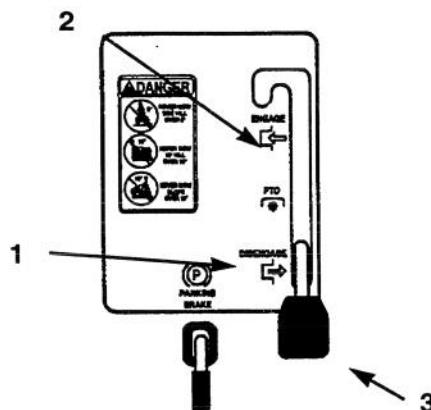

Figure 20
- Mettre la commande des lames (prise de force) sur ENGAGED (EMBRAYEE) (Fig. 20).
- Mettre la commande des lames (prise de force) sur DISENGAGED (DEBRAYEE) (Fig. 20).